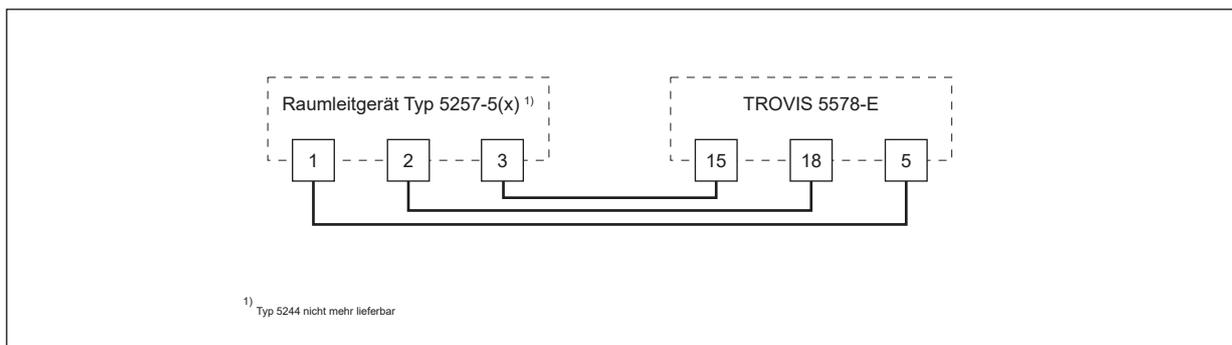
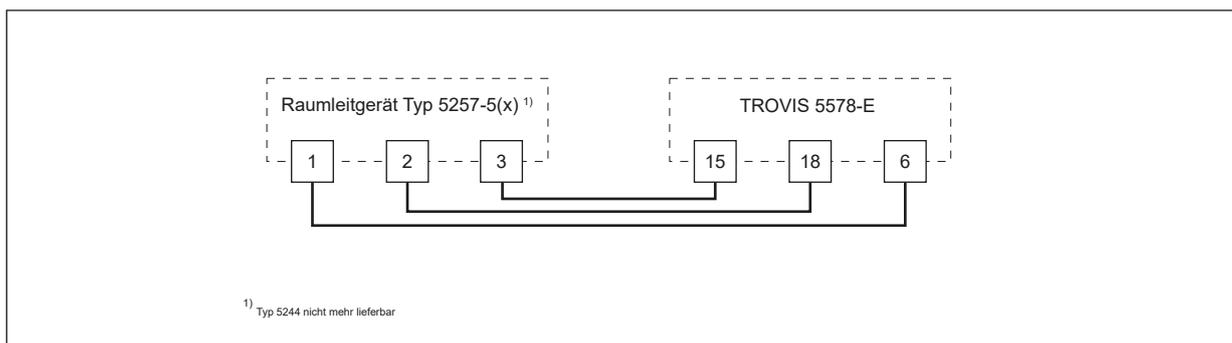
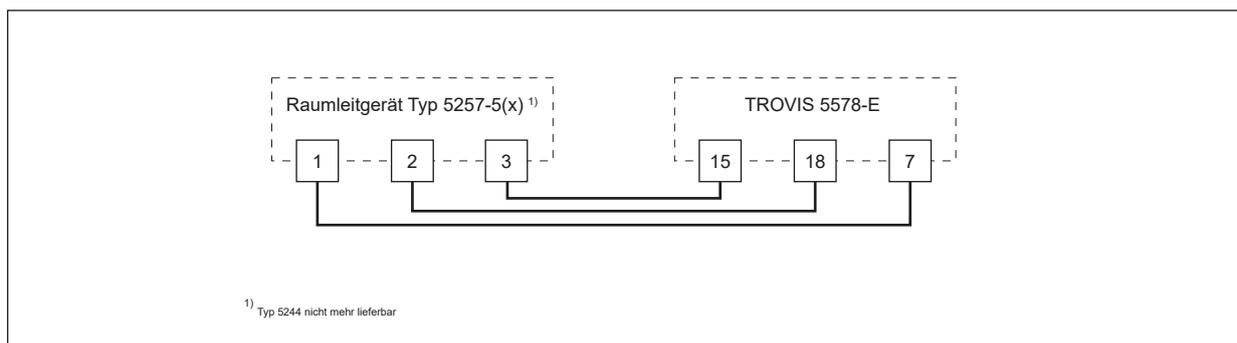

Bild 5: Anschluss eines Raumleitgeräts für RK1
Bild 6: Anschluss eines Raumleitgeräts für RK2
Bild 7: Anschluss eines Raumleitgeräts für RK3
- ⇒ Anschluss nach Bild 5, Bild 6 und Bild 7 vornehmen.